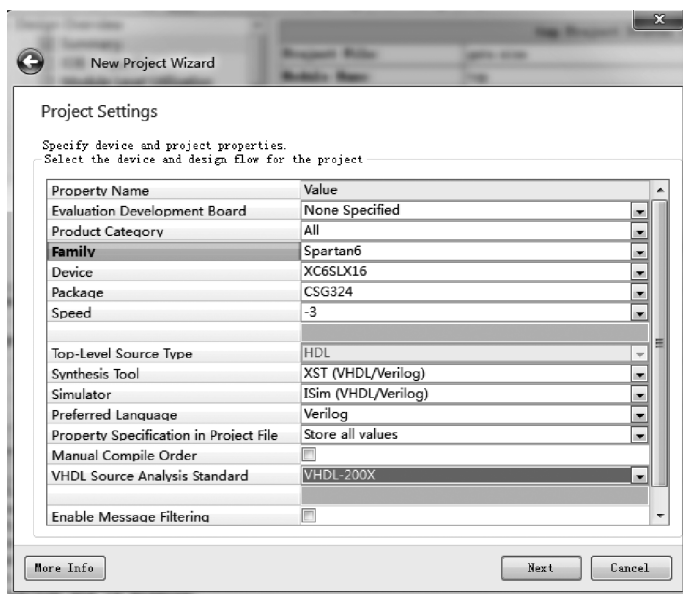

图 3.5 新建工程-设置器件参数和设计参数界面
(4) 如图 3.5 所示,出现 New Project Wizard 界面,该界面用于选择所使用的 FPGA 器件的具体型号和设置设计环境参数。按下面参数设置:①product Category(产品范围): All;②Family(芯片所属系列): Spartan6;③Device(具体的芯片型号): XC6SLX16;④Package(封装类型): CSG324;⑤Speed(速度信息): -3;⑥Synthesis Tool(综合工具): XST(VHDL/Verilog);⑦ Simulator(仿真工具): ISim(VHDL/Verilog);⑧ Preferred Language(设计语言): Verilog。对于 VHDL 设计者,选择 VHDL。